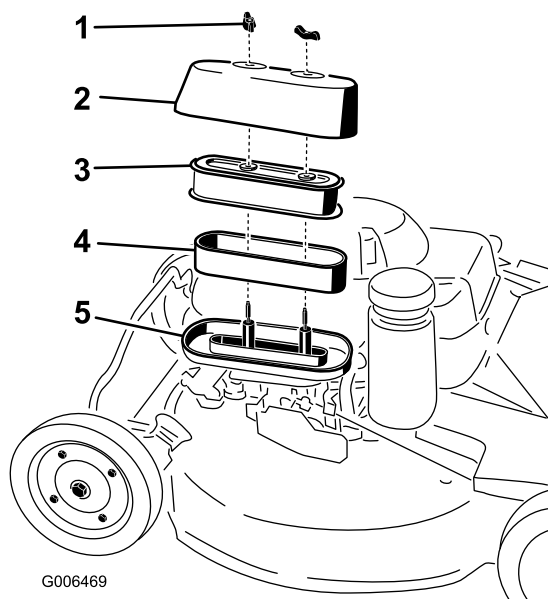

Figura 21
3. Retire las 2 tuercas que fijan la tapa (Figura 21).
5. Separe cuidadosamente de la base los elementos de gomaespuma y de papel (Figura 21).
6. Separe el elemento de gomaespuma del elemento de papel (Figura 21).